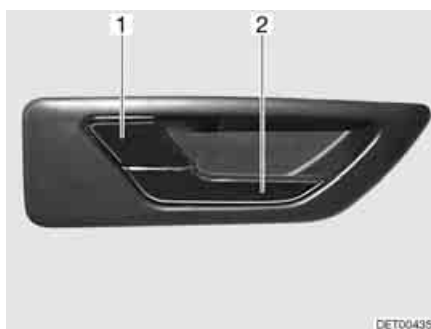

Fig. 41 Serratura della porta conducente, lato interno
- Tirare la maniglia (Fig. 41,2). La serratura della porta si sblocca. La leva di sicurezza (Fig. 41,1) scatta automaticamente all'infuori.
- Premere la leva di sicurezza (Fig. 41,1).